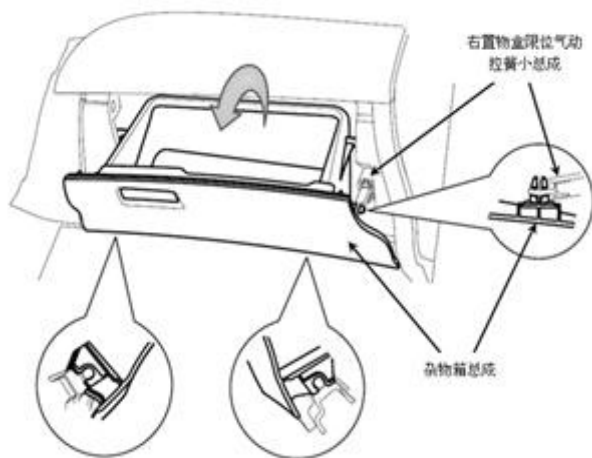

图 4.1.12.1 杂物箱的拆卸
- 1) 将杂物箱打开，然后在杂物箱右侧找到杂物箱气动拉簧，将杂物箱上安装气动拉簧的卡扣挤压变形后可取出气动拉簧，按图 4.1.12.1 所示脱开气动拉簧与杂物箱总成的连接。